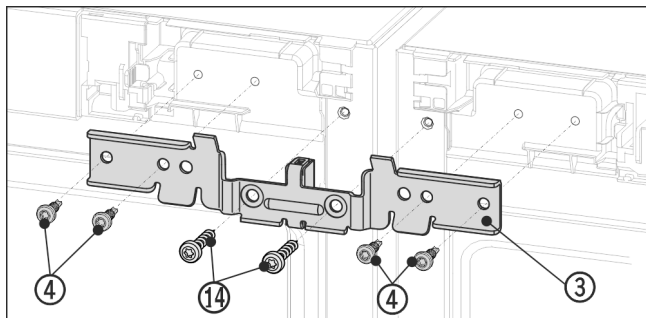

Fig. 10 Примерное отображение
- ▶ Надвиньте угол Fig. 10 (3) с помощью распорной детали между устройствами и на цапфы. Слегка прикрутите угол четырьмя винтами Fig. 10 (4) и ранее выкрученными винтами заземления Fig. 10 (14) поочередно справа и слева.